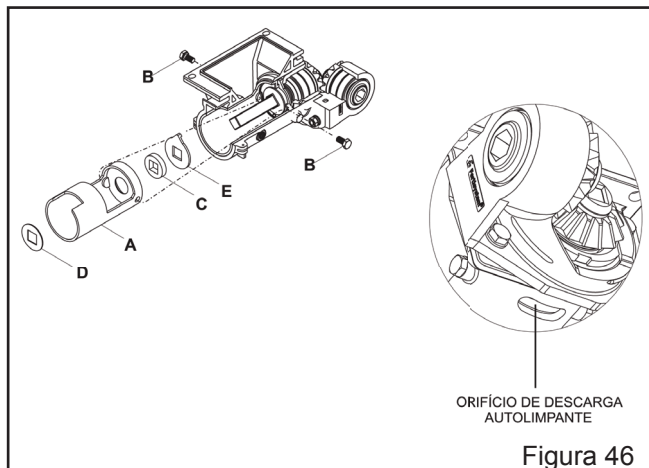

Figura 46
- Efetue a análise de desgaste no revestimento "A", substitua-o se apresentar desgaste excessivo, afrouxando e retirando o parafuso "B". Verifique se há desgaste no feltro "C", arruelas "D e F" e arruela de limpeza "E". O desgaste excessivo é verificado quando ocorrer a saída do adubo em grande quantidade pelo orifício de descarga autolimpante, localizado na face inferior do corpo do distribuidor. (Figura 46)